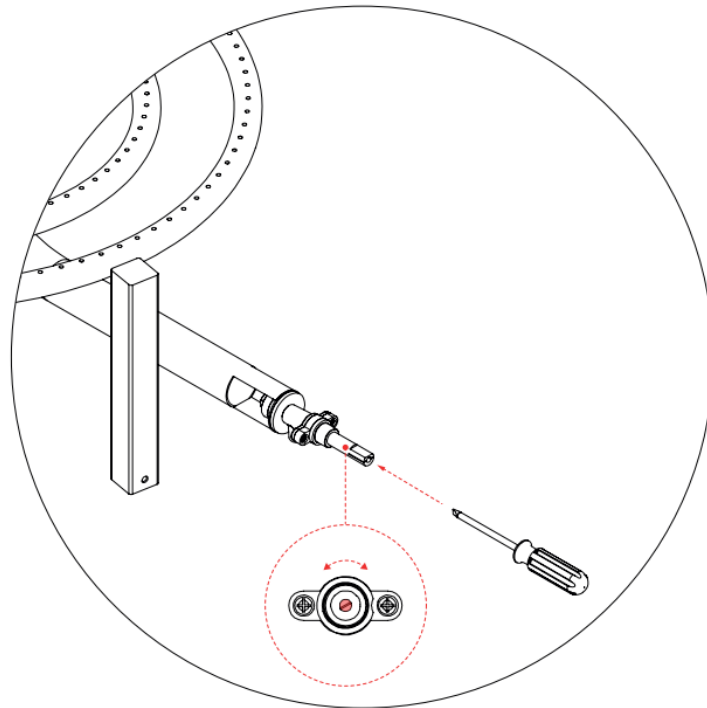

IMAGEN 3 – REGULACIÓN DE MINIMO EN VALVULA.
3. Introduzca la herramienta proporcionada en el orificio ubicado en la punta del vástago hasta encontrar el tornillo de regulación del mínimo en el fondo de este. VER IMAGEN 3.